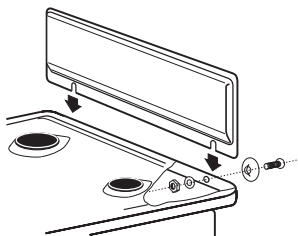

Рис. 14
- Перед установкой плиты закрепите щиток (при наличии) (рис.14).